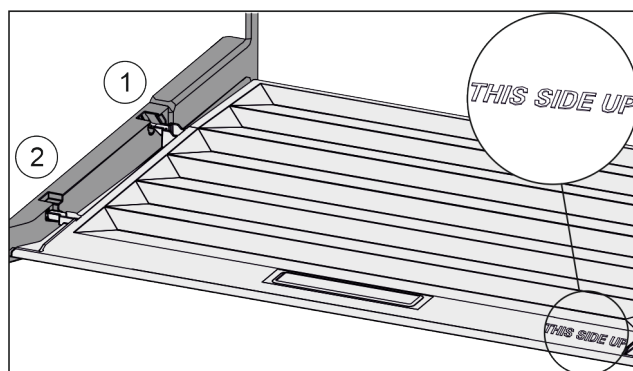

Fig. 74
- ▶ Introduire les rainures du couvercle par l'orifice du support arrière Fig. 74 (1) et les enclencher à l'avant dans le support Fig. 74 (2).